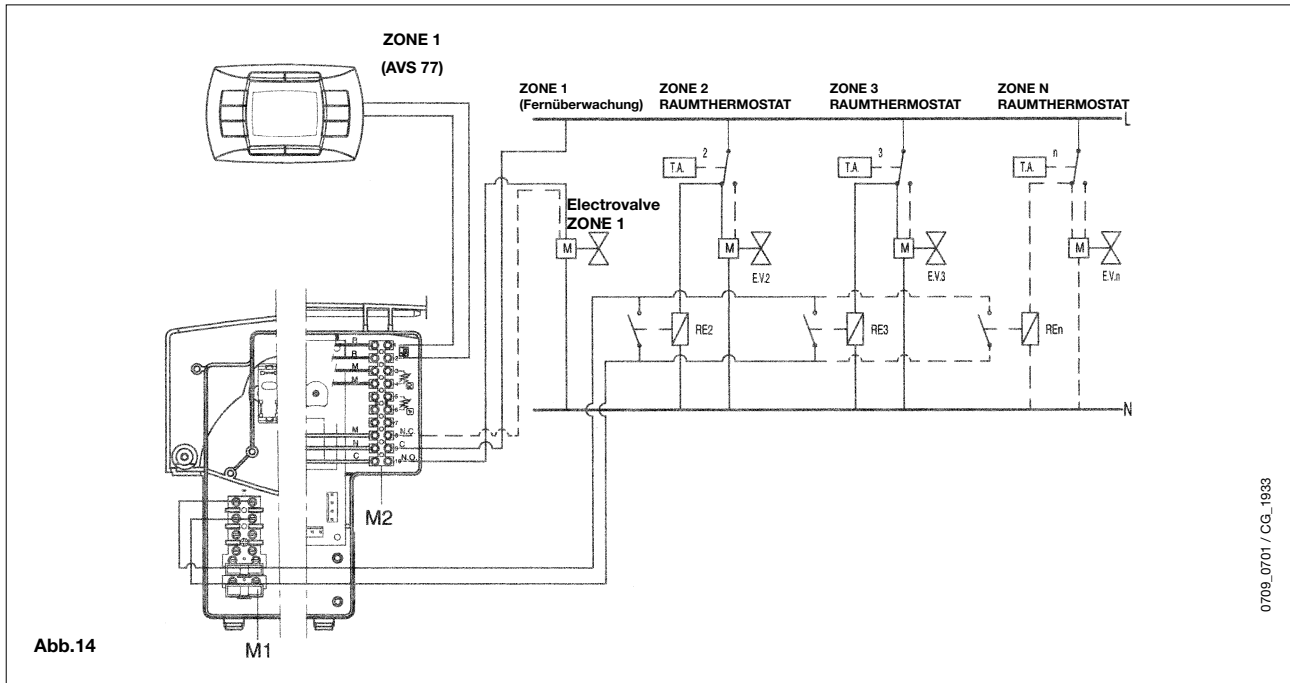

Abb.14
**Klemmen 8-9-10:** Stromversorgung des Zonenventils (Abbildung 14).
Der Anschlussplan ist in der Abb. 14 dargestellt.